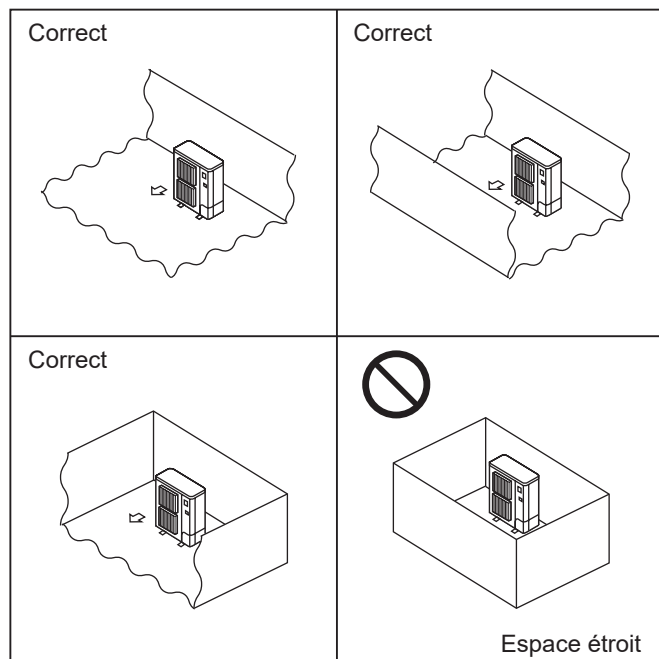

Fig. 2-1
- Installer l'appareil extérieur à un endroit où l'une des quatre faces au moins est libre, ou dans un espace suffisamment grand sans dépressions. (Fig. 2-1)